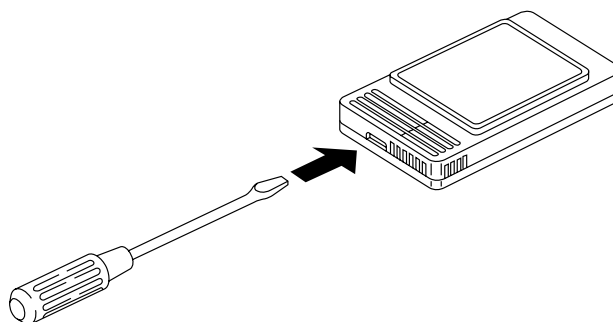

Fig. 3-58
1. Insérez un tournevis ou un objet similaire dans la rainure située sur le côté inférieur du corps de la sonde de la télécommande pour exercer un effet de levier sur le caisson arrière. (Fig. 3-58)